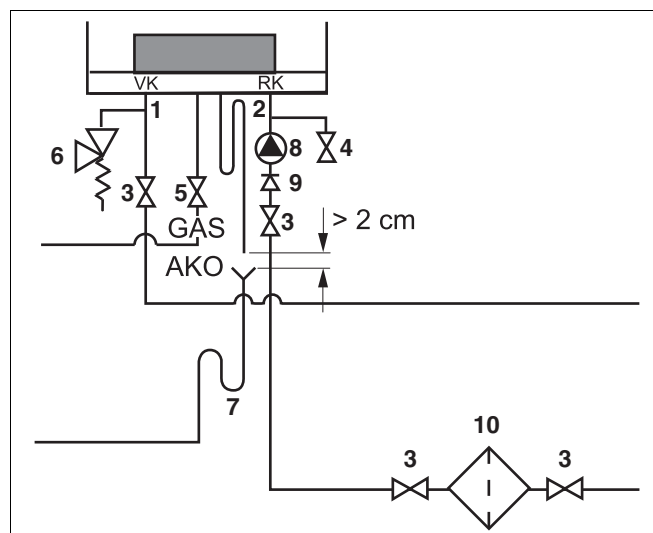

Fig. 15 Racordarea
- Montați o supapă de siguranță de trei bar (fig. 15, poz. 6) cu o construcție minimă de evacuare de 1" în conducta de tur. Asigurați-vă că supapa de siguranță este racordată întotdeauna între cazanul de încălzire și robinetul de întreținere. Cazanul de încălzire se află astfel în legătură cu supapa de siguranță și atunci când robinetele de întreținere sunt închise.
- Montați pompa (fig. 15, poz. 8) în conducta de retur.